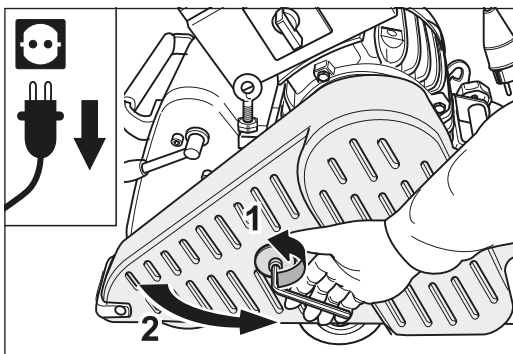
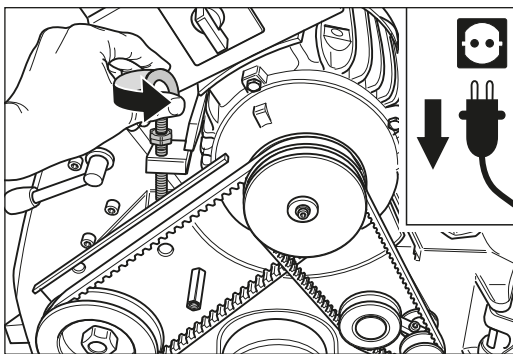

Fig. 18 Ouverture de la protection de la courroie.
Fig. 19 Détendez la courroie en desserrant l'anneau à vis.
- 3 Pour retirer la courroie trapézoïdale, ouvrez la protection de la courroie (fig. 18) et détendez la courroie en débloquant l'anneau à vis (fig. 19).